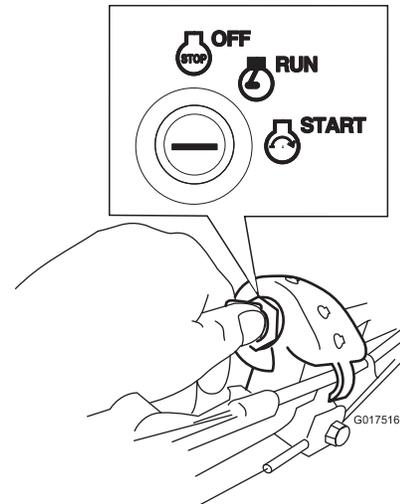

Figura 17
Gire la llave de contacto a la posición de Arranque y manténgala en esa posición (Figura 17); cuando el motor arranque, suelte la llave.
1. Gire la llave de contacto a la posición de Marcha (Figura 17).